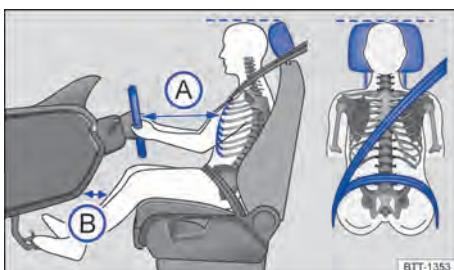

Fig. 20 Distância correta do condutor em relação ao volante, posição correta do cinto de segurança e ajuste correto do apoio para cabeça.
- Ajustar o banco de modo que a distância entre o volante e o tórax tenha no mínimo 25 cm → **Fig. 20 A** e que o condutor possa segurar o volante pela borda externa com as duas mãos e os braços ligeiramente dobrados.
- Ajustar o banco do condutor na direção longitudinal de modo que os pedais possam ser acionados com as pernas ligeiramente arqueadas e a distância para o painel de instrumentos na área do joelho seja de, no mínimo, 10 cm → **Fig. 20 B**.
- Ajustar o apoio para cabeça de modo que a sua borda superior se encontre preferencialmente na mesma linha da parte superior da cabeça → **Fig. 20** – porém não abaixo da altura dos olhos. Posicionar a parte posterior da cabeça o mais perto possível do apoio para cabeça.